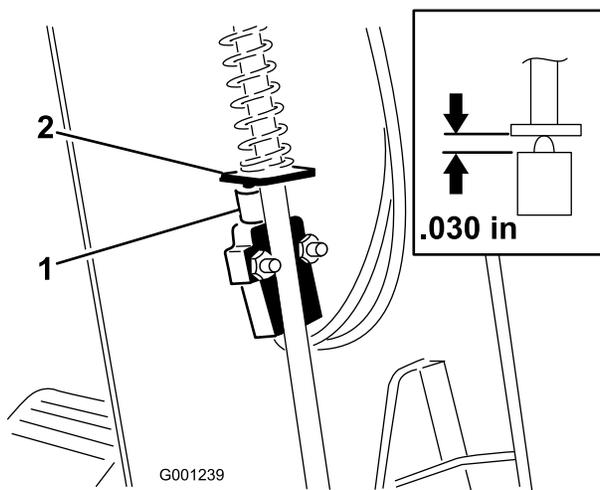

Рисунок 71
3. Сдвиньте кожух вверх по рулевому валу, чтобы открыть доступ выключателю стояночного тормоза (Рисунок 71).
5. Совместите пластину на стержне стояночного тормоза со штоком выключателя (Рисунок 71).
6. Нажимайте вниз на стержень стояночного тормоза и вверх на выключатель, пока длина штока выключателя в сжатом состоянии не станет равна 0,7 мм; см. Рисунок 71.